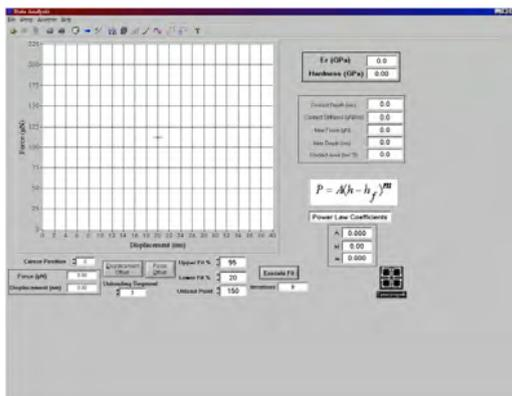
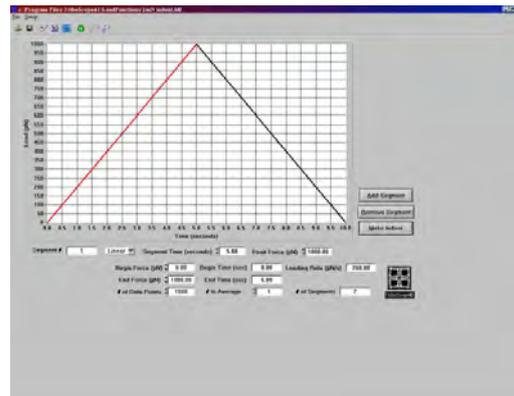

図 7
図 8
3. 図 7 のウィンドウが表示されたら、Setup→Indent を選択し、測定画面(図 8)を表示する。